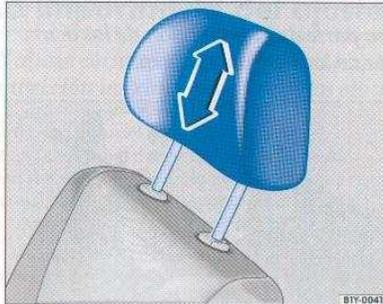

Fig. 34 Ajuste de los apoyacabezas
- Desplace el apoyacabezas en el sentido de la flecha ⇒ fig. 34, hacia arriba o hacia abajo. Altura correcta ⇒ página 51.